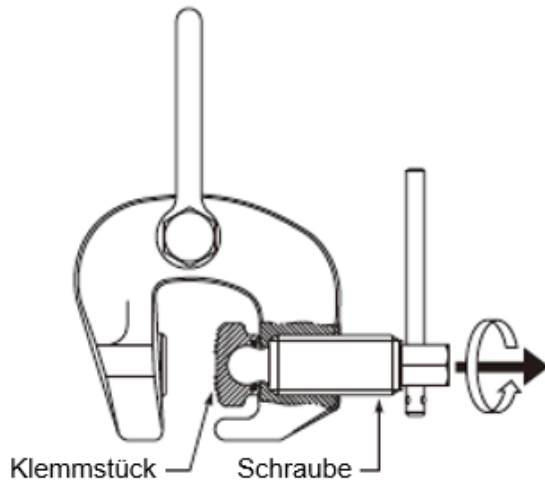

Abb. 4-1: Demontage des Klemmstücks
1. Drehen Sie die Schraube gegen den Uhrzeigersinn, bis das Klemmstück das Gehäuse berührt. Durch weiteres Drehen wird das Klemmstück entfernt (siehe Abb. 4-1).